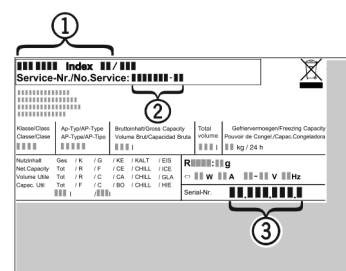

Fig. 10
- ▶ Označení přístroje Fig. 10 (1), servisní číslo Fig. 10 (2) a sériové číslo Fig. 10 (3) naleznete na typovém štítku. Identifikační typový štítek je umístěn na levé vnitřní stěně přístroje.
- ▶ Informujte zákaznický servis a sdělte poruchu, označení přístroje Fig. 10 (1), servisní číslo Fig. 10 (2) a sériové číslo Fig. 10 (3).